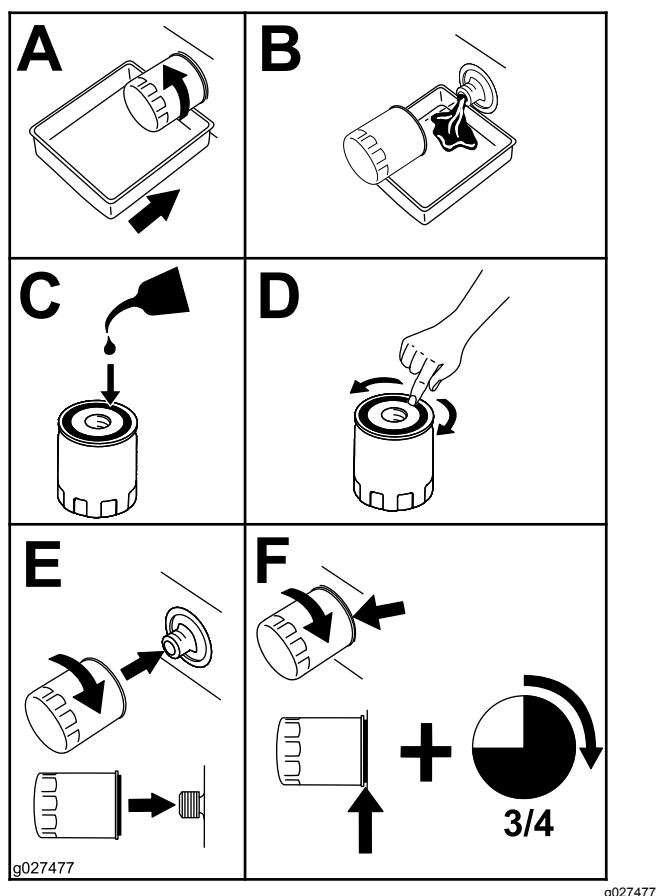

Figura 48
5. Sustituya el filtro de aceite del motor (Figura 48).